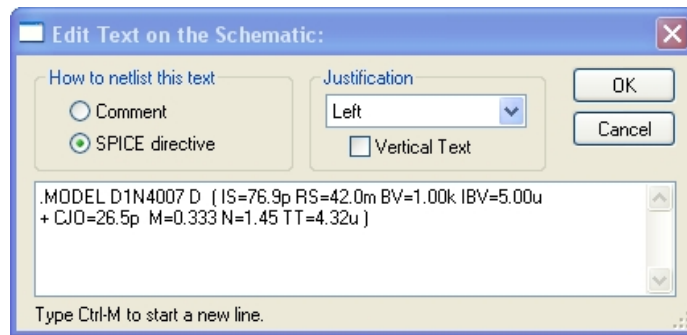

Figura 1: Introduciendo el modelo del diodo en el esquemático.
1. Abra el programa, abra un nuevo esquema y pulse el botón que está más a la derecha en la barra de menús, el que pone `.op`. Se abrirá un cuadro de diálogos para añadir una directiva de SPICE. Escriba el modelo del diodo tal y como se muestra en la Figura 1.